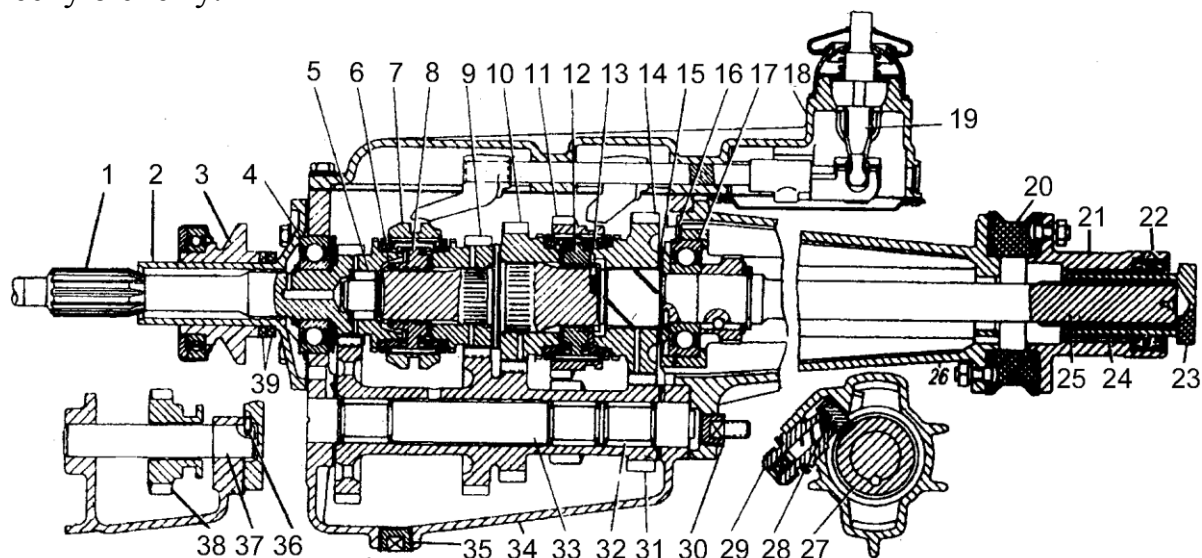

Рис. 1. Устройство 4-х ступенчатой КПП автомобиля ГАЗ-24
1. Сделать анализ конструкции коробки передач (рис. 1) и начертите ее кинематическую схему.
2. Объясните, как происходит включение передачи заднего хода (рис.1).